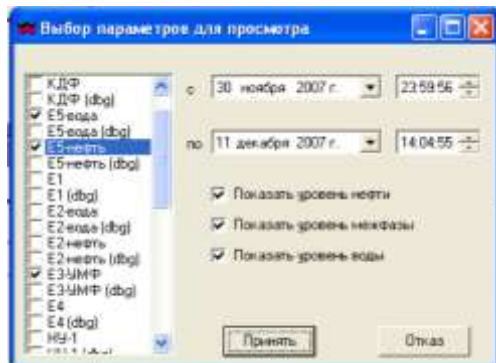

Рис.4
- 4.1. Получение временных трендов. Для получения временных трендов последовательно нажимайте левую клавишу мыши меню АРМ-оператора «сервис» в появившейся закладке «архивы», В появившемся рис.4 окне необходимо поставить галочку напротив резервуара (технологического аппарата), который нужно просмотреть. Одновременно можно просматривать тренды по четырем резервуарам (технологическим аппаратам). Установить дату, время начала и конца временного тренда и нажать клавишу «принять».